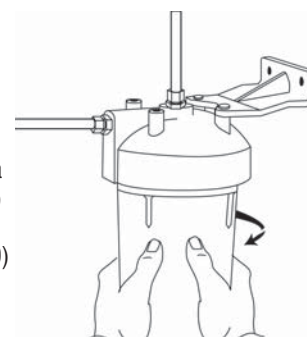

Figura 10
- Saque el armazón agarrándolo con las dos manos y haciéndolo girar a la izquierda. Se podrá usar una llave en la tuerca cuadrada en el fondo del armazón si fuera necesario. (Figura 10)